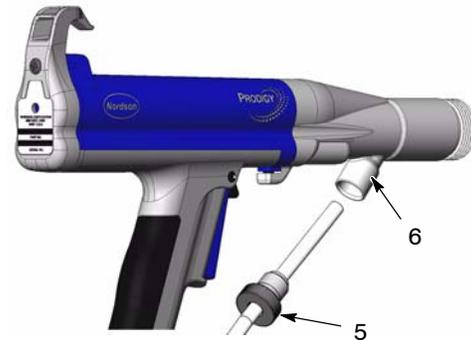

Abb. 18 Verriegelungsring und Pulverschlauch abnehmen.
4. Siehe Abbildung 18. Den Verriegelungsring (5) am Pistolenadapter (6) losschrauben.